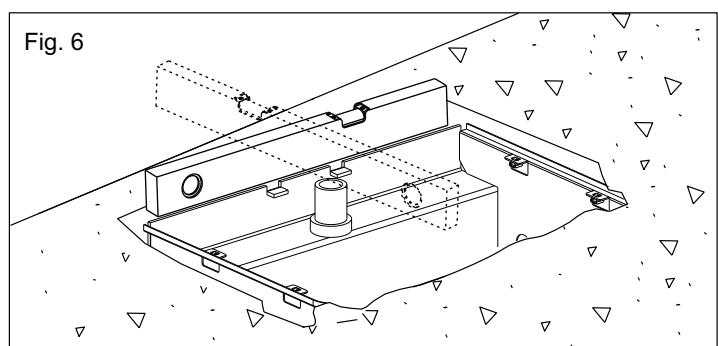
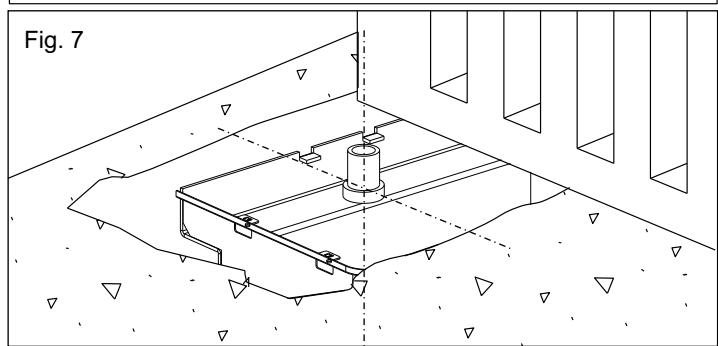

Fig. 6
Fig. 7
2.3. Antes de cementar la caja portante, utilizar un nivel para que sea perfectamente horizontal al suelo (Fig. 6) y perpendicular al eje de la cancela (Fig. 7). El eje de el gozne superior de la cancela tiene que coincidir con el eje de la caja portante.